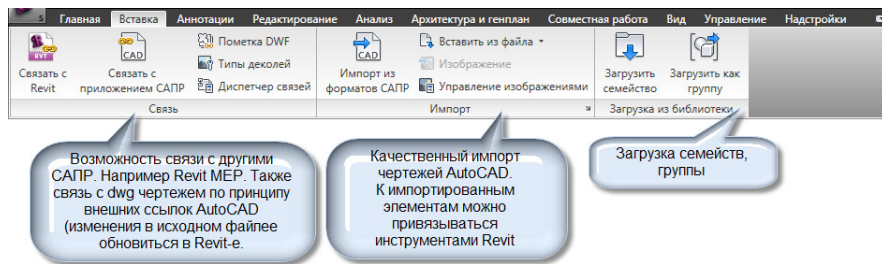

Рис. 19
- б) Лента (вкладка главная) (рис.19)